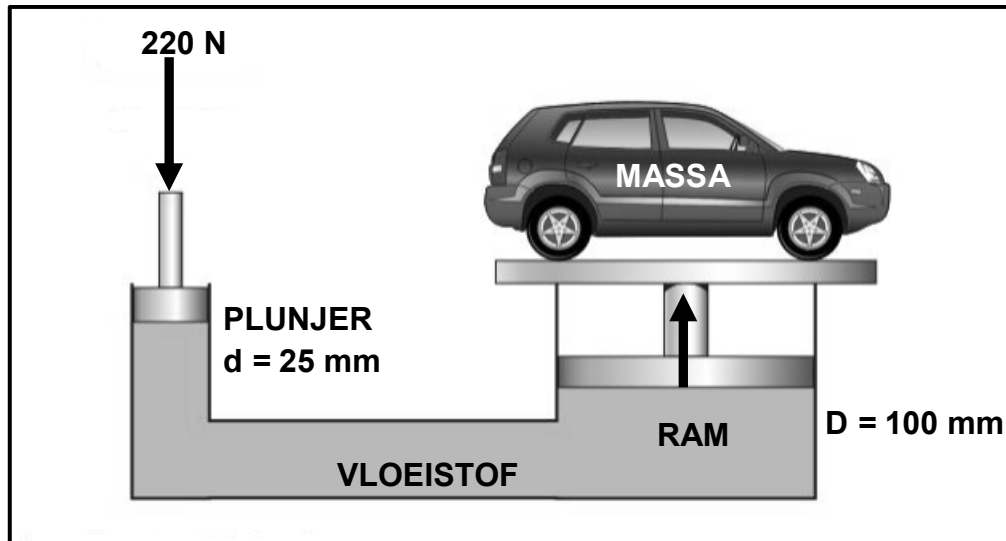

FIGUUR 10.3
10.3 Benoem dele **A–C** van die V-skroefdraad wat in FIGUUR 10.3 hieronder getoon word.